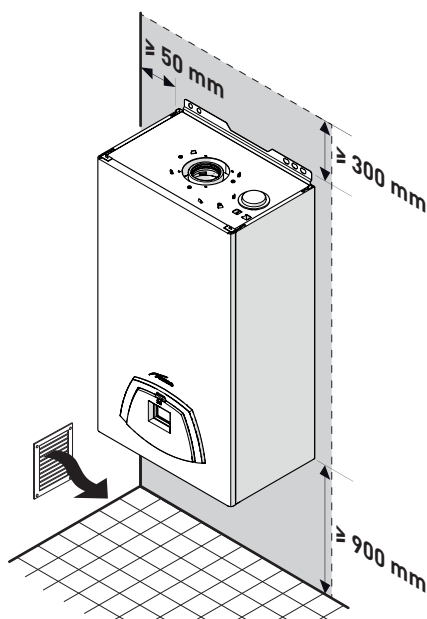

Fig. 17
- Tenga en cuenta los espacios necesarios para poder acceder a los dispositivos de seguridad/regulación y para poder llevar a cabo las tareas de mantenimiento (véase Fig. 17).